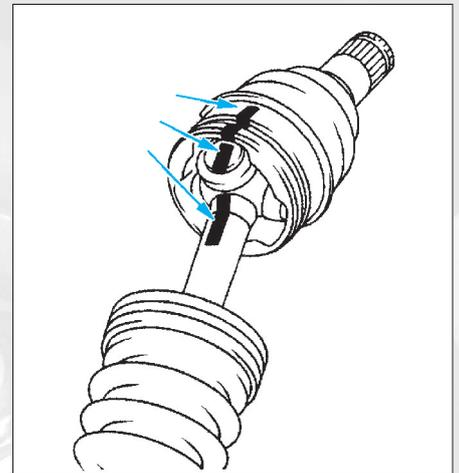

FIG. 5
- À l'aide d'un feutre, effectuer des repères d'alignement entre le bol, le tripode et l'arbre (fig. 5).